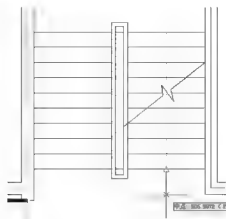

图 2.110 寻找上行箭头杆起点的位置
(2) 在指定起点: 提示下, 将光标放置在如图 2.110 所示的踏步线的中点, 不单击, 将光标垂直向下慢慢拖动, 至上行箭头杆起点的位置时单击。这样就通过【对象追踪】命令寻找到了上行箭头杆起点的位置, 并且保证将其绘制在右侧梯段的中心。